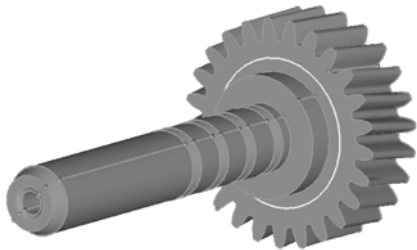

图 5-76 选择圆曲线
- (1) 进入 geom>solid edit 面板。
- (2) 选择 trim with lines 子面板，然后选择 with sweep lines: 方式。
- (3) 在 sweep to: 中依次选择 by a vector、x-axis、sweep all。
- (4) 激活 solids 选择器，选择整个几何模型。
- (5) 激活 lines 选择器，选择如图 5-76 所示的圆曲线。
- (6) 单击 trim 按钮。
- (7) 单击 return 按钮。
- (8) 进入 Tool>Mask 面板。
- (9) 将“对象”选择器转换为 solids 类型。
- (10) 选择上一步切下的斜齿轮几何体。
- (11) 单击 mask 按钮。
- (12) 单击 return 按钮。